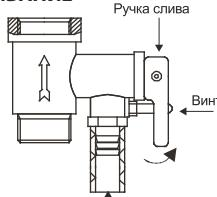

Рис. 15
6. Чтобы правильно слить воду из внутреннего бака, надо воспользоваться сливным отверстием (только для серии FS2/FS6/FE2) (надо открутить заглушку, закрывающую сливное отверстие), также воду можно слить через обратный предохранительный клапан (открутить сливной винт обратного предохранительного клапана и перевесить ручку слива в верхнее положение, при этом кран выхода горячей воды должен быть открыт, а кран подачи холодной воды в водонагреватель должен быть перекрыт) (смотри рис. 15). Никогда не сливайте воду, если ее температура выше 50°C, т.к. это может привести к ожогам.